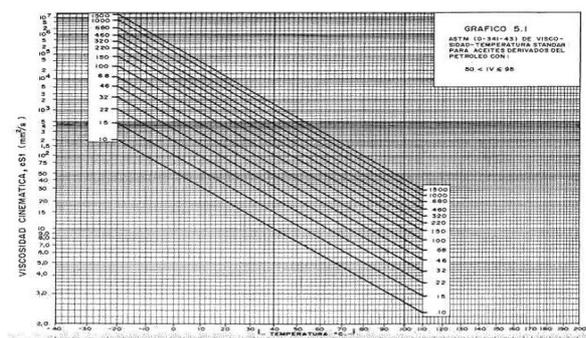

Figura 1. Carta de conversión de la viscosidad a cualquier temperatura. [3]
- Cuando el fabricante recomienda el tipo de aceite a utilizar en cualquier sistema de unidades de viscosidad, referenciados a una temperatura específica, es necesario hallar el grado ISO correspondiente (recuérdese que el grado ISO de un aceite está dado en cSt a 40°C) para lo cual es necesario, en primer lugar, convertir las unidades de viscosidad dadas a cSt (si éstas se dan en unidades diferentes a cSt). Se puede utilizar la figura 1 para este efecto.